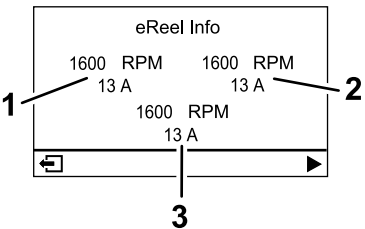

Figura 18
- Pantalla de motores eReel (Figura 18):** muestra la velocidad y la corriente de cada motor de las unidades de corte.